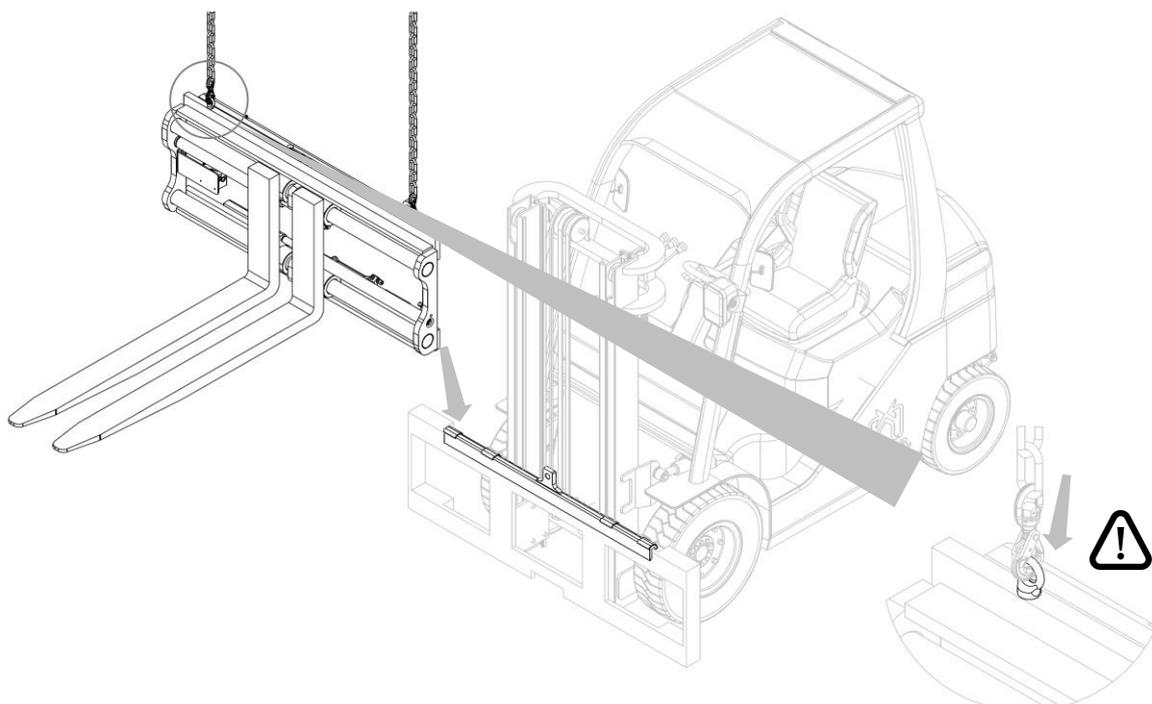

Abbildung 8
8. Zum Handling drehen Sie Ringschrauben in die entsprechenden Bohrungen ein (siehe Detail in *Abbildung 8*) und verwenden Sie Hebebänder und Hubketten, die entsprechend dem auf dem Typenschild angegebenen Gewicht des Anbaugeräts dimensioniert sind (siehe *Abbildung 1* und *Tabelle 1* auf Seite 6).
9. Positionieren Sie das Anbaugerät mittels eines Laufkrans oder eines Hebezeugs mit ausreichender Tragkraft auf dem Gleitprofil. Bitte auf die richtige Positionierung des Anbaugeräts achten (siehe *Abbildung 8*).